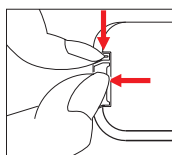

Рис. 1
1. Откройте крышку отсека питания (см. рис. 1).
1. Не устанавливайте вытяжку в помещениях с большим количеством окон и дверей; это отрицательно влияет на эффективность работы из-за воздушной конвекции (Рис. 1).